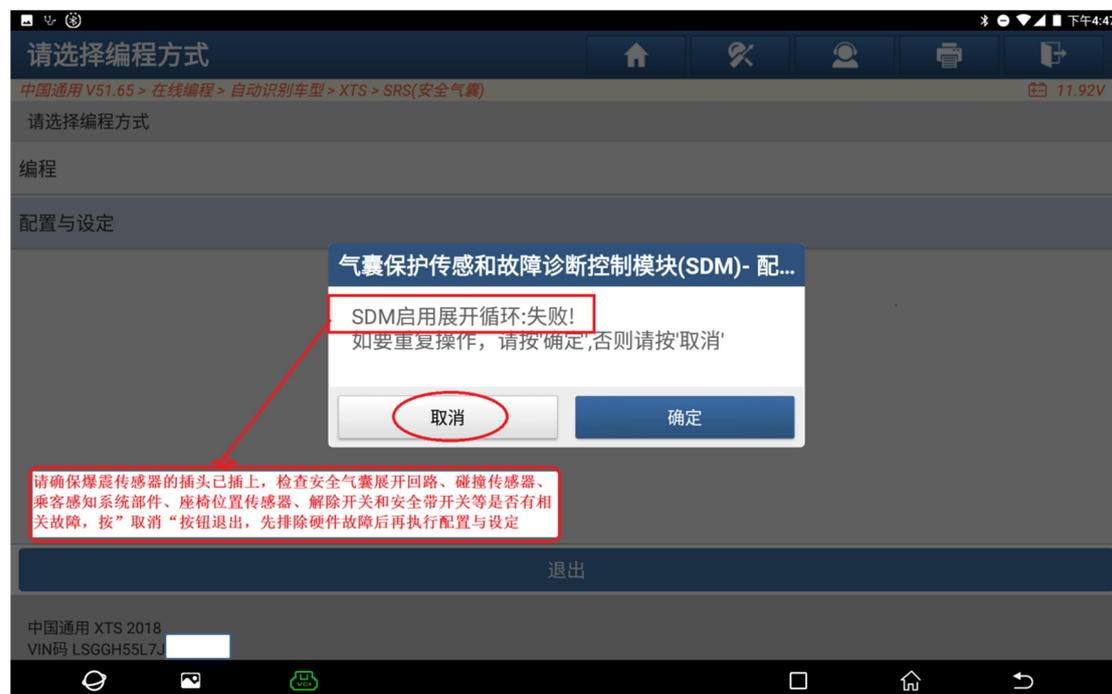

图 11
11. 如果出现“SDM 启用展开循环：失败！”，那么请检查：确保爆震传感器的插头已插上，检查安全气囊展开回路、碰撞传感器、乘客感知系统部件、座椅位置传感器、解除开关和安全带开关等是否有相关故障，按【取消】按钮退出，先排除硬件故障后再执行配置与设定，如图 11：